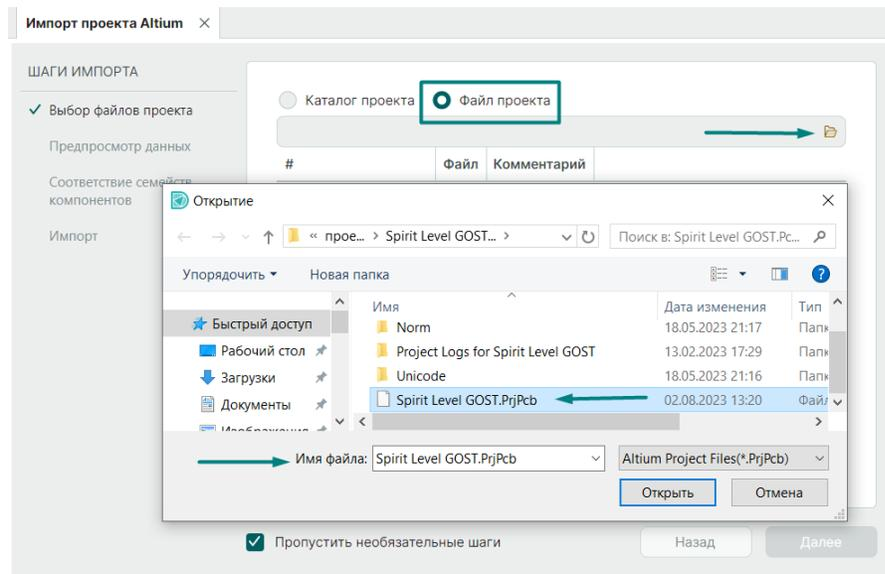

Рис. 14 Импорт файла проекта
- способ «**Файл проекта**» – выбирается файл проекта Altium Designer формата .PrjPcb, в котором расположены файлы, относящиеся к определенному проекту, см. Рис. 14.